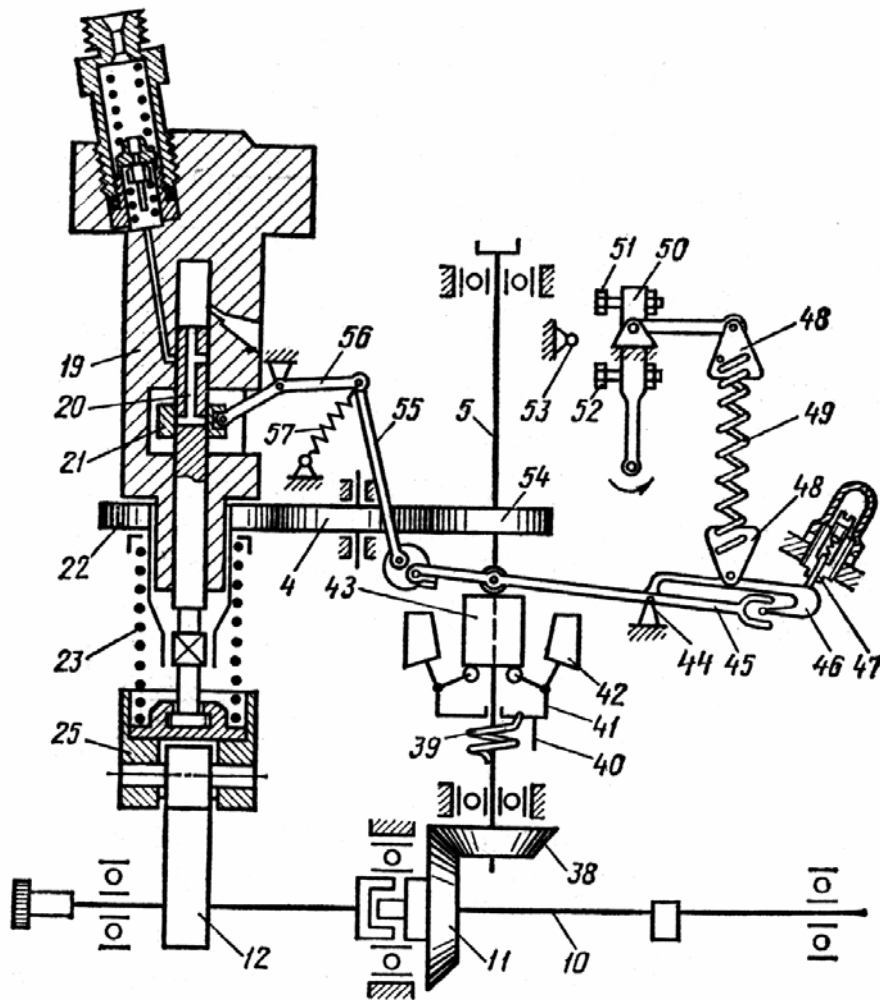

Рис. 4.14. Схема регулятора насоса НД-22/6:
11. Изучите, используя плакат и рис. 4.14, устройство и работу регулятора. Регулятор центробежного типа, всережимный.
На валу регулятора, приводимом в движение через шестерни 11 и 38 (рис. 4.14), находится ступица 41 грузиков 42, связанная с валом пружиной 39. Грузики упираются в муфту 43, а она в рычаг 45, закрепленный на оси 44. Через тягу 55 двуплечий рычаг 56 и рычаг 45 управляют дозатором 21. Другим концом рычаг 45 через вилку соединен с рычагом 46 корректора, который закреплен на той же оси 44, что и основной рычаг 45. На рычаг 46 корректора воздействует главная пружина 49, натяжение которой может изменяться трактористом через систему тяг, и рычаг 50.